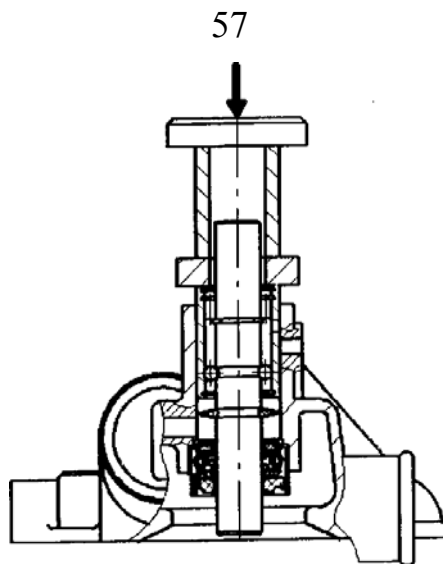

Рисунок 45 – Запрессовка подшипника с валиком водяного насоса в корпус
- запрессовать подшипник с валом в сборе в корпус так, чтобы гнездо под фиксатор совпало с отверстием в корпусе насоса (рисунок 45);